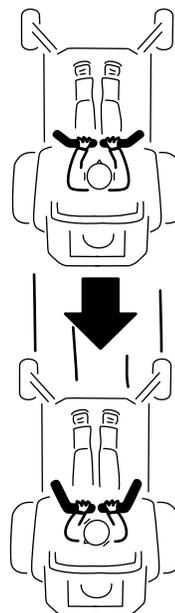

Figura 19
2. Para ir hacia atrás, tire lentamente de las palancas de control de movimiento hacia atrás (Figura 19).